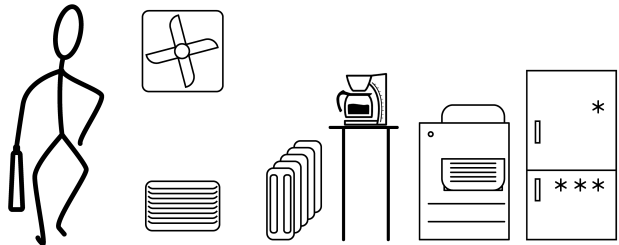

Imagen 6: Fuentes térmicas en edificios
- Fuentes térmicas, como calefactores, salidas de ventilación o equipos de aire acondicionado, fotocopiadoras, impresoras, máquinas de café, etc. (Imagen 6)